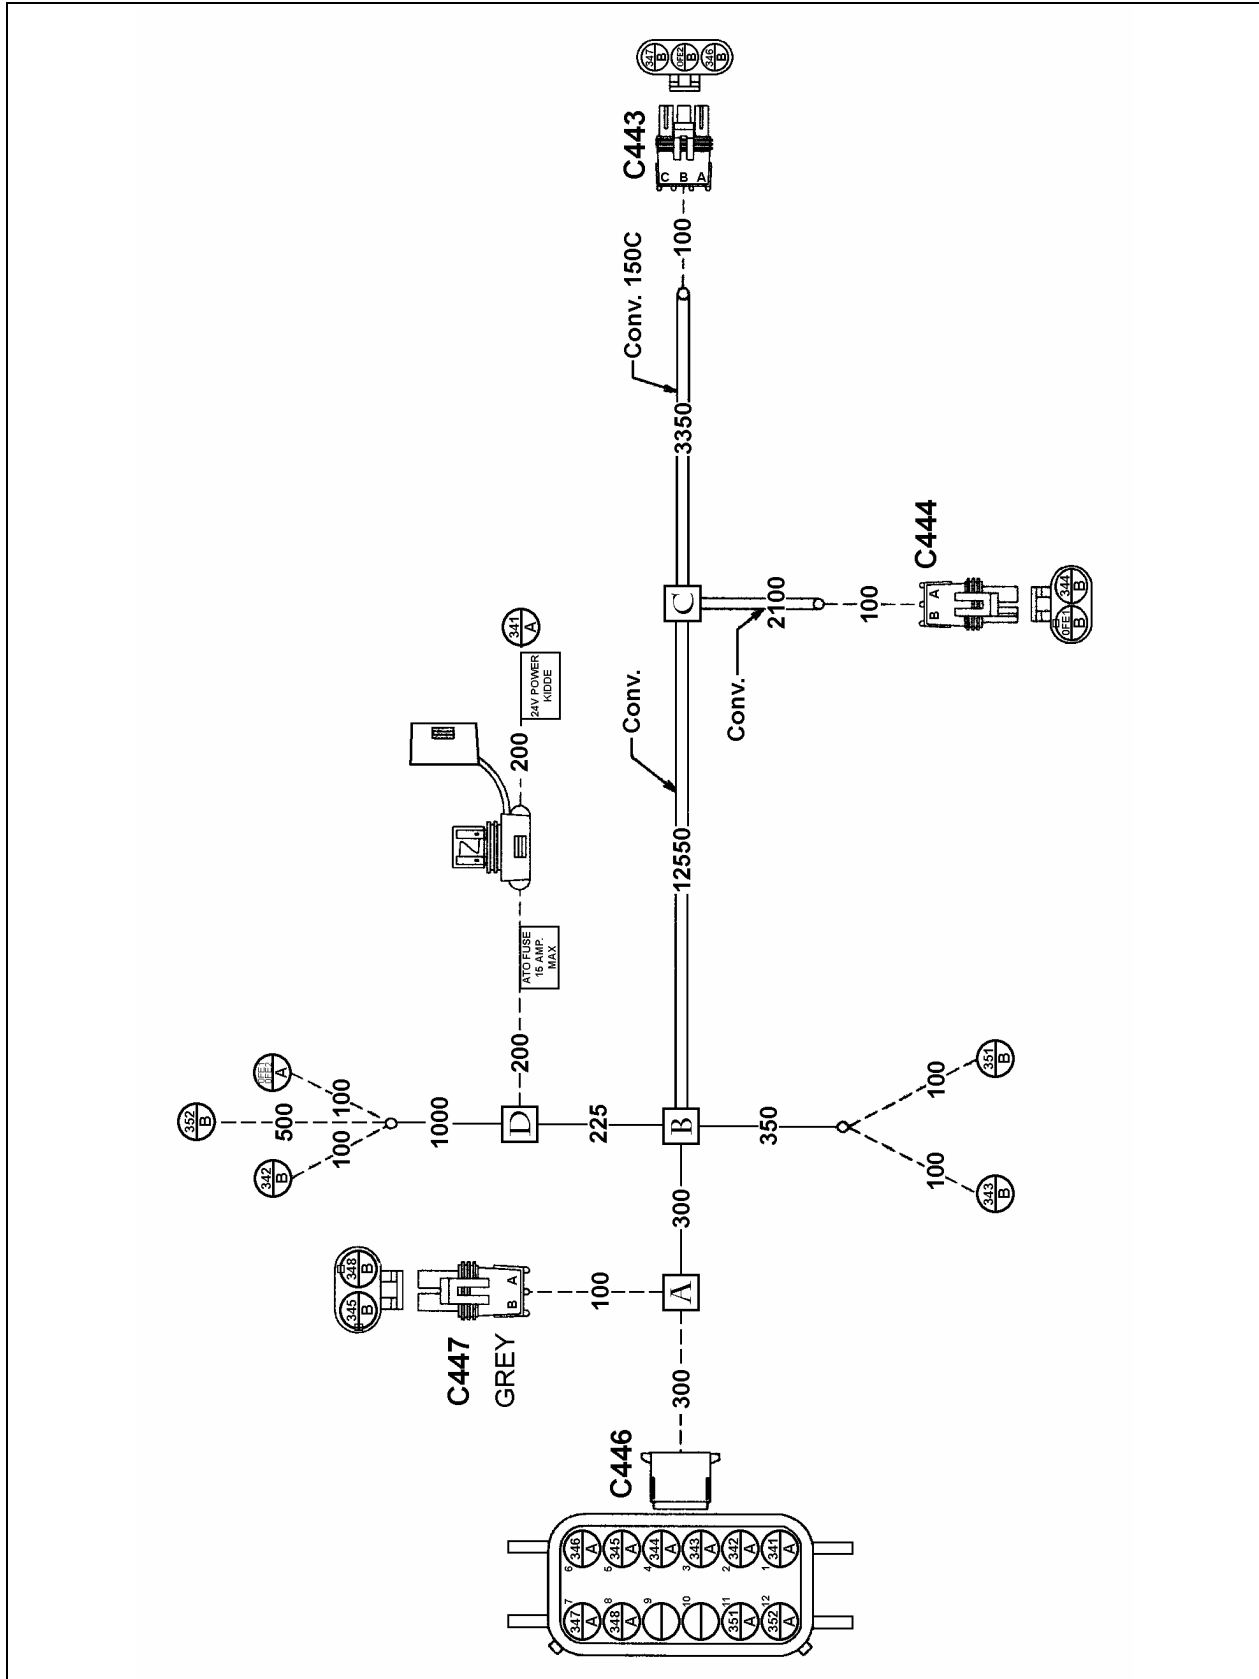

FIGURE 3 : CÂBLAGE 066463
3. Acheminer le câblage pour extinction des incendies dans le compartiment moteur (066463) entre le détecteur d'incendie optique (408111) et la boîte de jonction avant (Voir la figure 3 ainsi que les schémas 5 et 6).
*Les véhicules H3 multiplexés jusqu'au 5-0229 doivent aussi utiliser les câblages d'interface (066581 et 066582) ainsi que le relais Volvo (563332) pour raccorder le câblage 066463 au VECF, les véhicules à partir du 5-0230 n'ont pas besoin de ces pièces. (Voir la figure 3 ainsi que les schémas 5 et 7).*